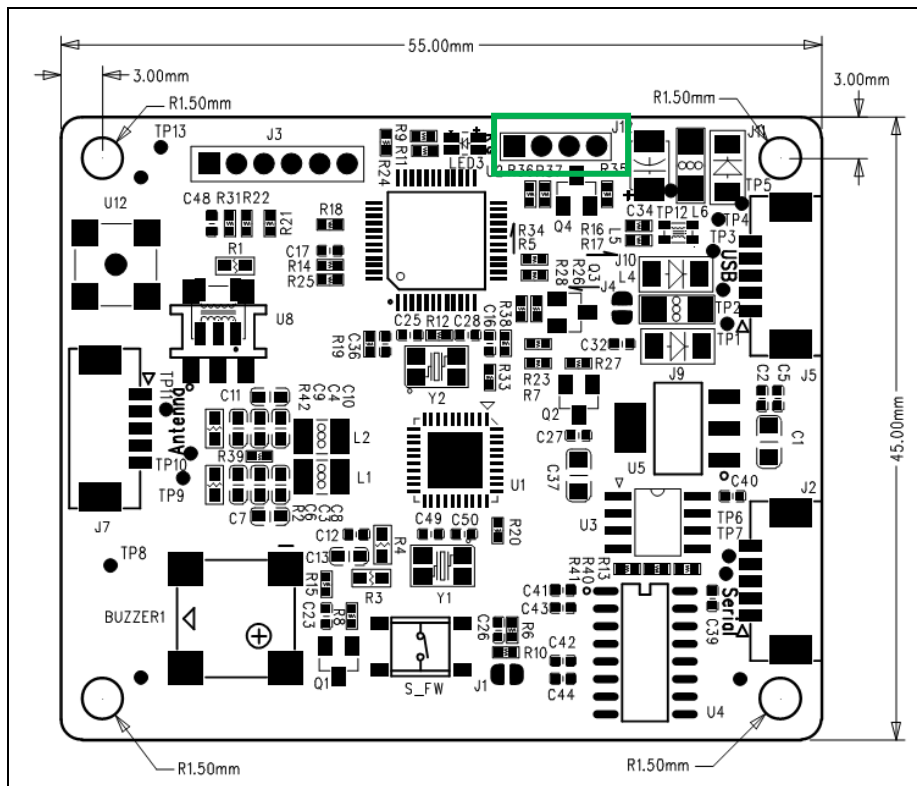

图3 : ACM1252U-Y 的 LED 配置
1. 将跳线接至 **J12**，使 LED 显示电源和卡信号的状态（请参考图 3）。